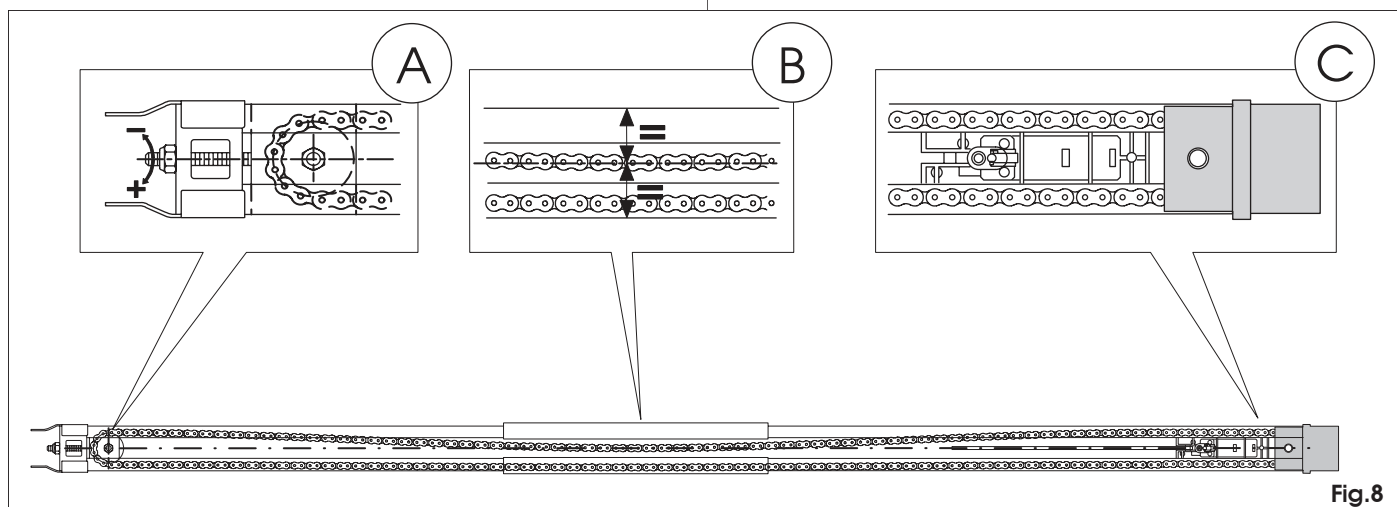

Fig.8
- 5) Położyć prowadnicę ślizgową na boku (Rys. 8). Popchnąć wózek, aż zbliży się do zespołu włączenia przekładni (Rys. 8 odn. C).
- 6) Wyregulować napinacz (rys. 8, odn. A) tak, aby środkowy obszar pętli, utworzony przez górną gałąź tańcucha, pokrywał się mniej więcej ze środkową linią prowadnicy przesuwnej (Rys. 8 odn. B)